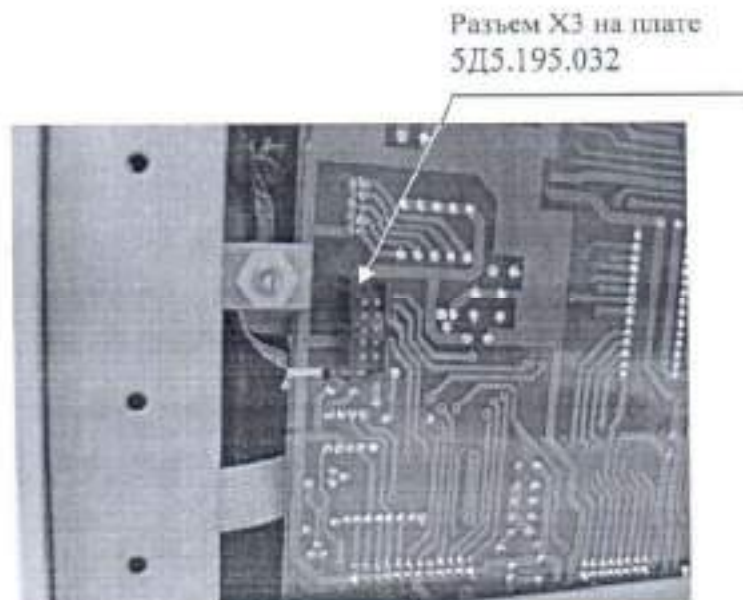

Рисунок 5 – Место расположения разъема X3 на плате 5Д5.195.032
- 2) подключают разъем ISP10PIN программатора STK500 к разъему X3 на плате процессора 5Д5.195.032 БЭ-63 (рисунок 5, 6);